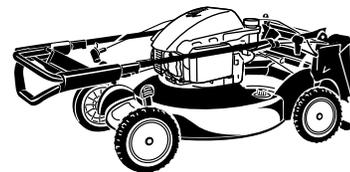

Figura 23
1. Doble el manillar hacia adelante (Figura 23).